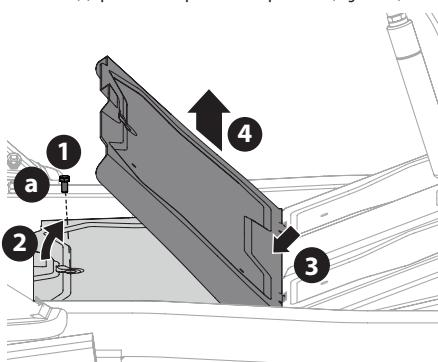

Figure 28
1. Avec l'outil multifonction ou une douille de 1/2 po, retirez le boulon (a) qui retient le panneau du plancher (Figure 28).
2. Soulevez avec précaution la partie arrière du panneau (Figure 28).
3. Glissez le panneau vers l'arrière pour faire sortir la partie avant (Figure 28).
4. Puis, soulevez le panneau pour le retirer (Figure 28).